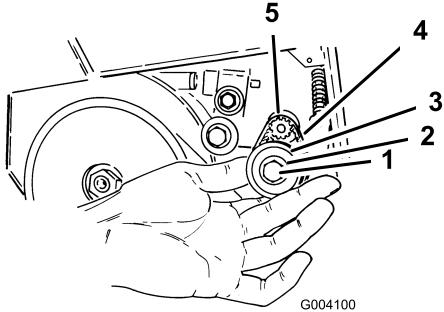

Figure 21
5. Retirez les 2 rondelles et la petite poulie (Figure 21).
6. Déposez la petite courroie (Figure 21) et mettez-la au rebut.
9. Glissez la courroie par-dessus la poulie de l'arbre du moteur (Figure 21).
11. Installez la grande courroie sur la petite poulie (Figure 21) (voir Remplacement de la grande courroie).